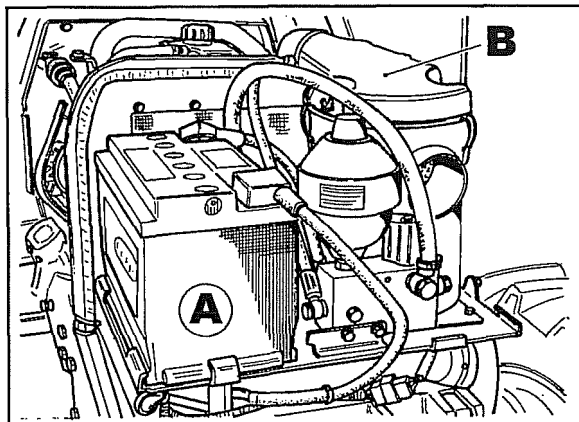

Fig. 5
3. Smontare il cofano, togliere la batteria **A** fig. 5 e scollegare il convogliatore **B** del filtro aria.